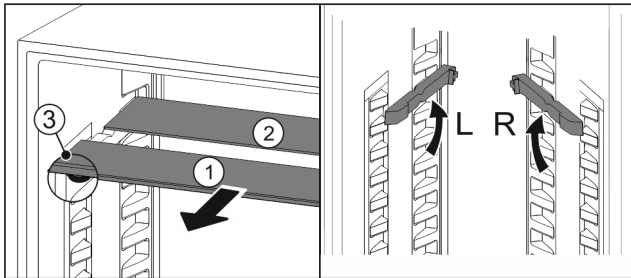

Fig. 53
- Retire las planchas de cristal individualmente hacia delante Fig. 53 (1).
- ▷ La placa de vidrio Fig. 53 (1) con moldura está situada delante.
- ▷ Los topes Fig. 53 (3) miran hacia abajo.